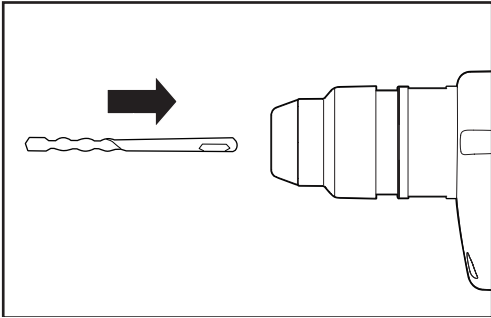

рис. 2
**Посадка SDS+ сверла (присадка) (См. рис. 2)**